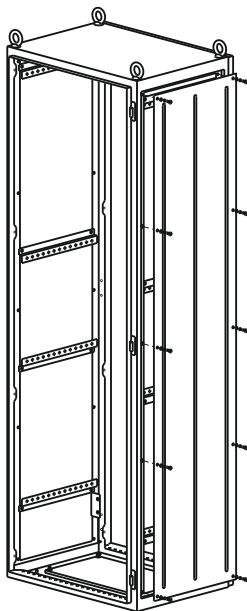

Рисунок 1
4.2.1 Вставьте панель боковую, таким образом, чтоб отгиб боковой панели был направлен в проём каркаса. Совместите отверстия в панели с резьбовыми отверстиями в каркасе корпуса и закрепите десять винтами М6×16 с плоской и пружинной шайбой (рисунок 1).